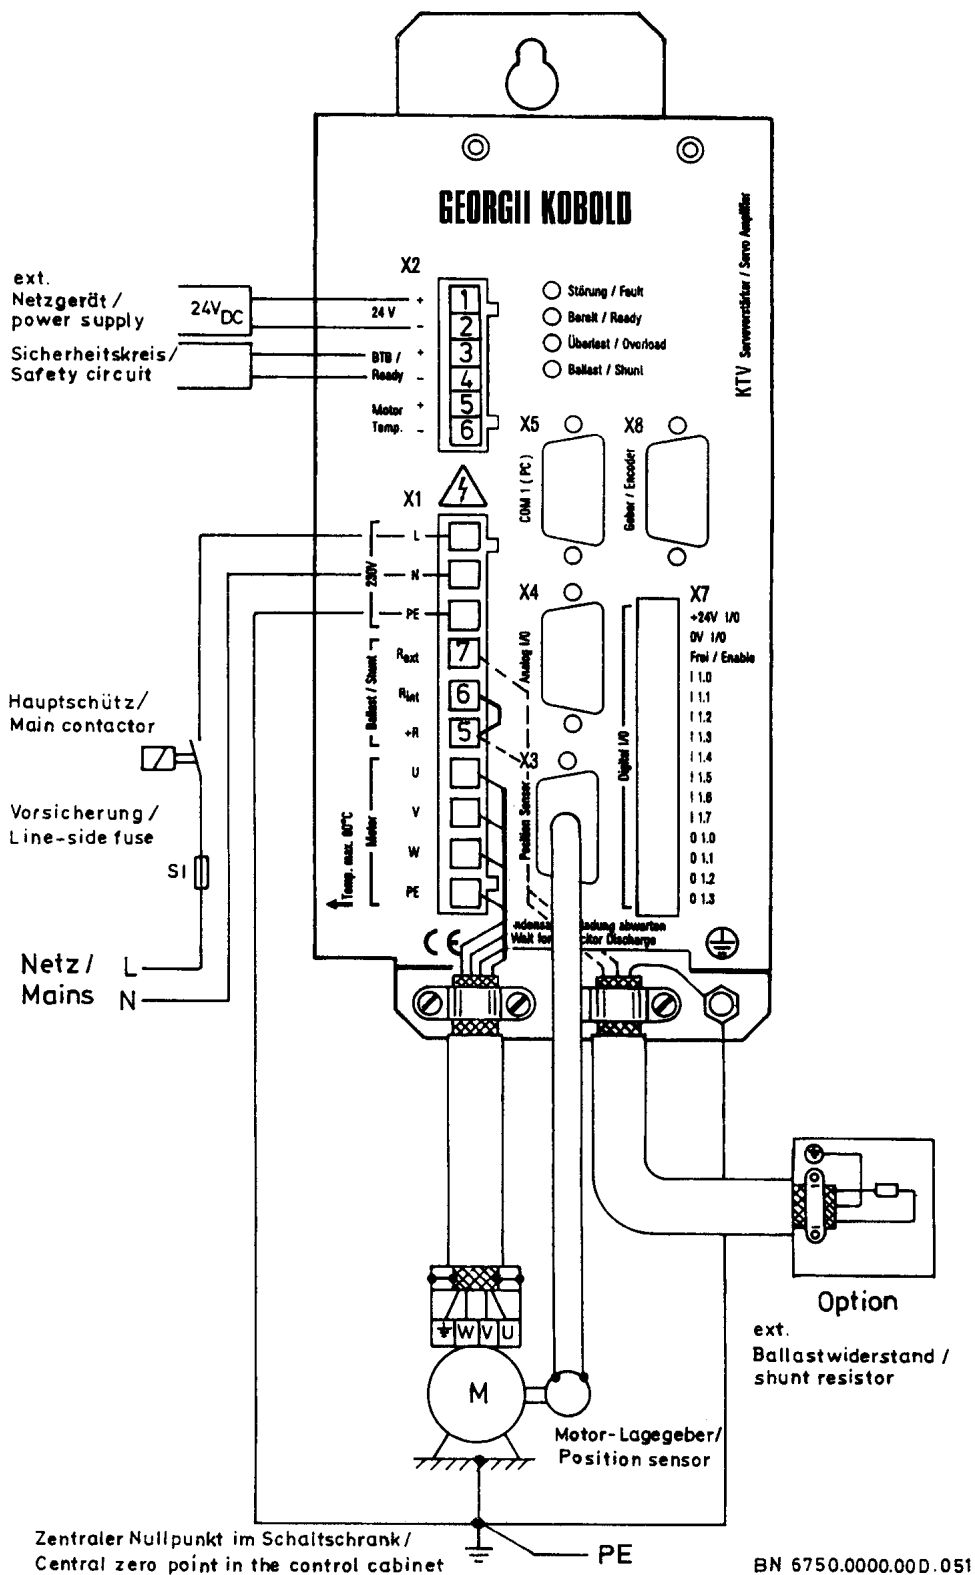

Bild 5: X1 bis X3, Anschlussvorschrift
Bild 5 zeigt die Anschlussvorschrift für die Verbinder X1 bis X3.
Potenzial-Ausgleichsleiter entspringen beim Zentralen Nullpunkt des Schaltschranks (siehe Bild 5, Seite 53). Sie
Der Netzanschluss erfolgt direkt am Servoverstärker über den Combicon-Verbinder X1 (siehe Bild 5, Seite 53).
Der Motor wird über ein 4-adriges abgeschirmtes Kabel am Combicon-Verbinder X1 angeschlossen (siehe Bild 5, Seite 53):
Die Steuerspannung +24 V DC zur Versorgung der Steuerung wird am Combicon-Verbinder X2 angeschlossen (siehe Bild 5, Seite 53).
- verbinden Sie die PE der Ballastwiderstandsleitung mit dem entsprechenden PE-Bolzen (siehe Bild 5, Seite 53).